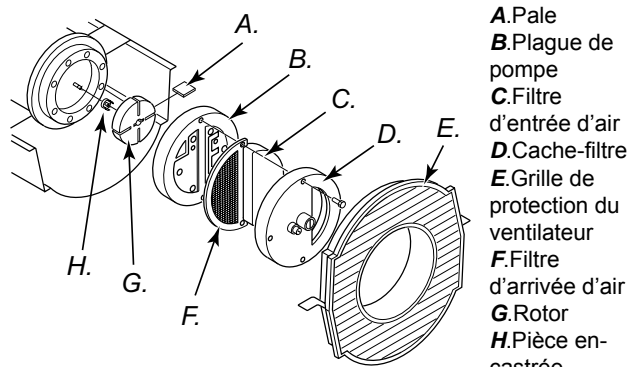

Figure 25 – Emplacement du rotor, Modèles 10 et 20kW.
9. Vérifier le dégagement du rotor. Si nécessaire, le régler de 0,076 à 0,101 mm (voir figure 25).